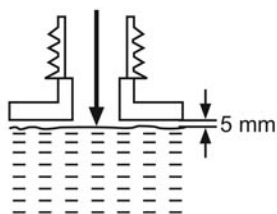

Fig. 11
- > Solamente utilice la relación de mezcla indicada de aceite/gasolina. Evite sobrecargar el depósito. Mantenga un espacio de por lo menos 5 mm entre el nivel de combustible y la parte superior de depósito de combustible [6], para permitir la expansión (Fig. 11).